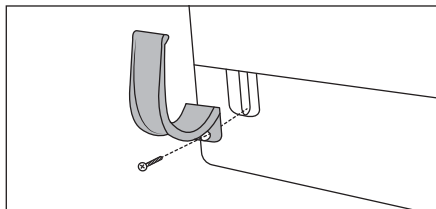

Fig. 1
- ◆ Înșurubați suportul pentru furtun 16 pe aparat (a se vedea fig. 1).